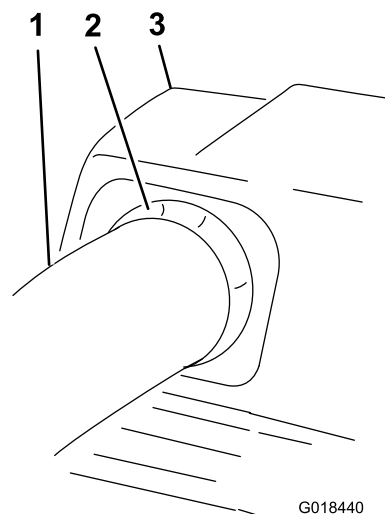

Figura 30
10. Retire un poco el tubo superior hasta que la junta sobresalga por encima del tubo inferior (Figura 30).
19. Retire un poco el tubo superior hasta que la junta sobresalga por encima del conjunto del soplador (Figura 30).